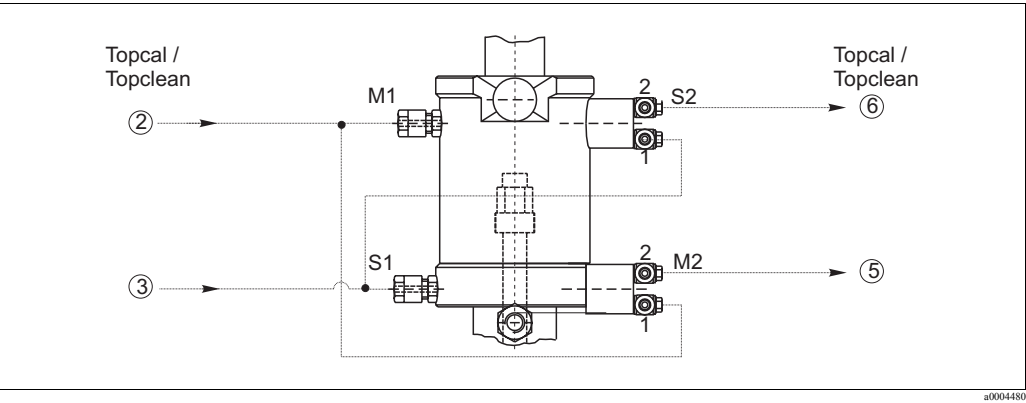

図 11: 空圧用接続と空圧式リミットポジションスイッチ (1= 入口、2= 出口)
1. 「ホルダ測定」エアーの供給ライン (Topcal/Topclean: ホース No. ②) を上側の G1/8 空圧の接続ポートに接続します (図 11)。
2. さらに、圧縮エアーの供給ライン No. ② を下部リミットポジションスイッチ (T 継ぎ手を介し M2) の入口 (1) に接続します。このリミットスイッチから「ホルダ測定」の位置のフィードバック信号が供給されます。
3. 「測定」位置まで達すると、入口 M2 (1) に供給されるエアーは切り替えられ、出口 M2(2) でタップすることが可能です (Topcal/ Topclean: ホース⑤をリミットポジションスイッチの出口に接続してください)。
4. 「ホルダサービス」の圧縮エアーの供給ライン (Topcal/Topclean : ホース No. ③) を下側 G1/8 圧縮エアー接続部に接続します。
5. さらに圧縮エアーの供給ライン No. ③を上側リミットポジションスイッチの入口 (1) に接続します (T 継ぎ手を介し S2)。このリミットポジションスイッチから「ホルダサービス」の位置フィードバック信号が出されます。
6. 「サービス」のポジションに達すると入口 S2(1) に供給されるエアーが切り替えられスルーになり、出口 S2(2) でタップすることが可能です (Topcal/Topclean : ホース⑥)。